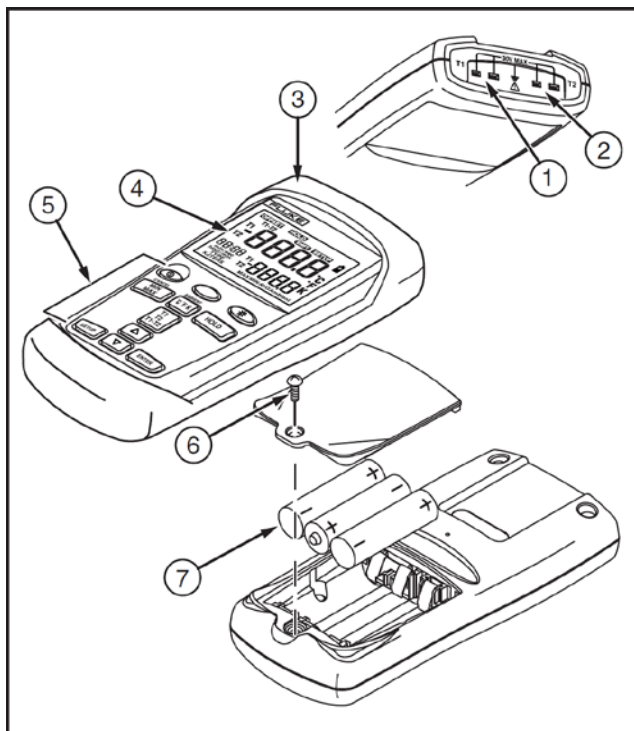

Рис. 1. Компоненты
- Рис. 1 и Таблица 3 описывают компоненты термометра.